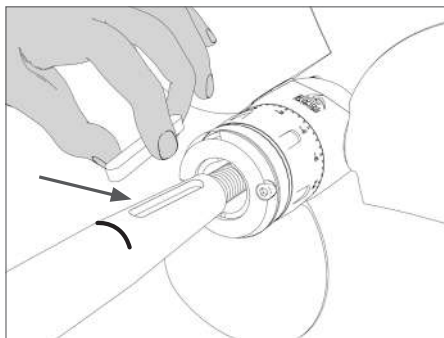

ABB. 12 Einlegen der Passfeder auf die Welle
- Setzen Sie die Passfeder auf die Welle (**Abb. 12**).